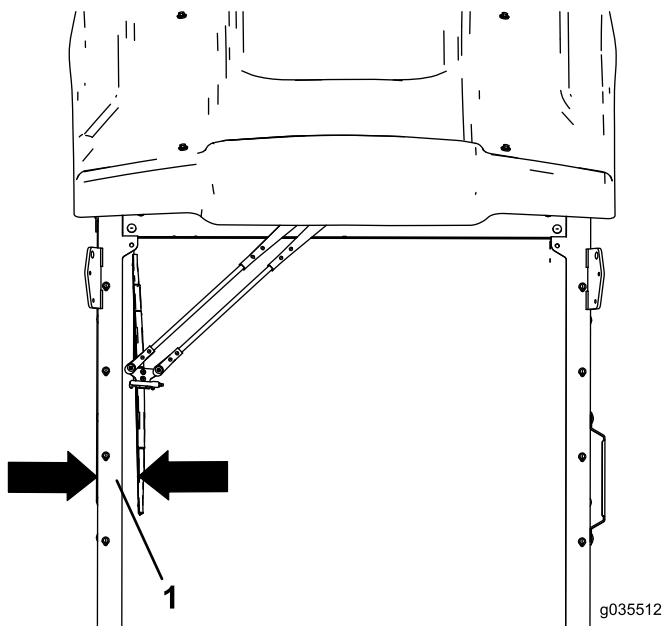

図 4
2. ワイパーアームをモータに取り付ける。ワイパーブレードは、前面ガラスの縁から 75mm 程度離して取り付けること 図 4。